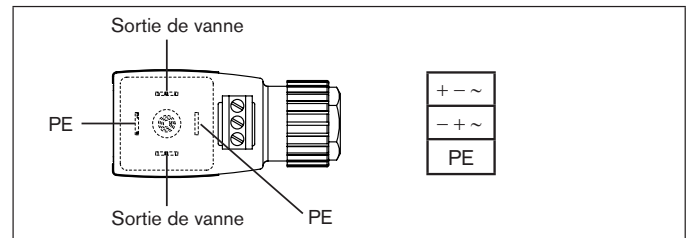
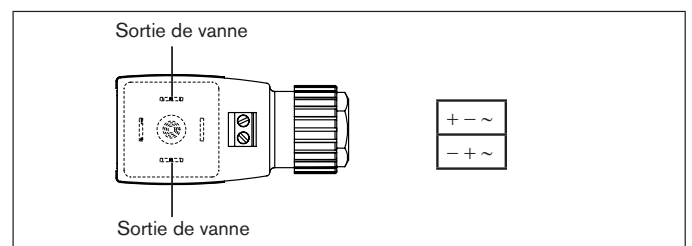

Fig. 1 : Affectation du raccordement 110 - 230 V
Fig. 2 : Affectation du raccordement 24 V
→ Raccordez le connecteur selon l'affectation de raccordement selon la „Fig. 1“ ou „Fig. 2“.
- l'affectation de raccordement selon la „Fig. 1“ ou „Fig. 2“.